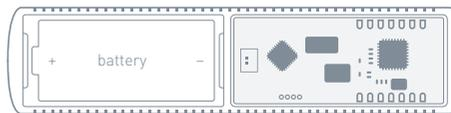

Рис. 5. Вид датчика со снятой верхней крышкой
6.3 Своевременно заменяйте батарею питания на новую. При разряде батареи датчик передает соответствующий сигнал на центральный блок. Для смены батареи подденьте защелку «1» (Рис. 3) и снимите верхнюю крышку датчика. Замените батарею «battery» (Рис. 5) на новую, типа CR123A.